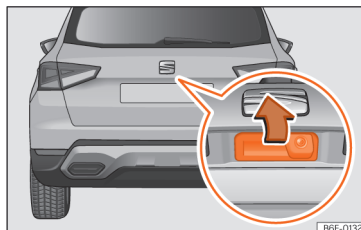

Abb. 57 Heckklappe: Öffnen von außen
- **Öffnen:** Drücken Sie leicht den Haltegriff. Sie öffnet sich selbsttätig >>> **(Abb. 57)**.